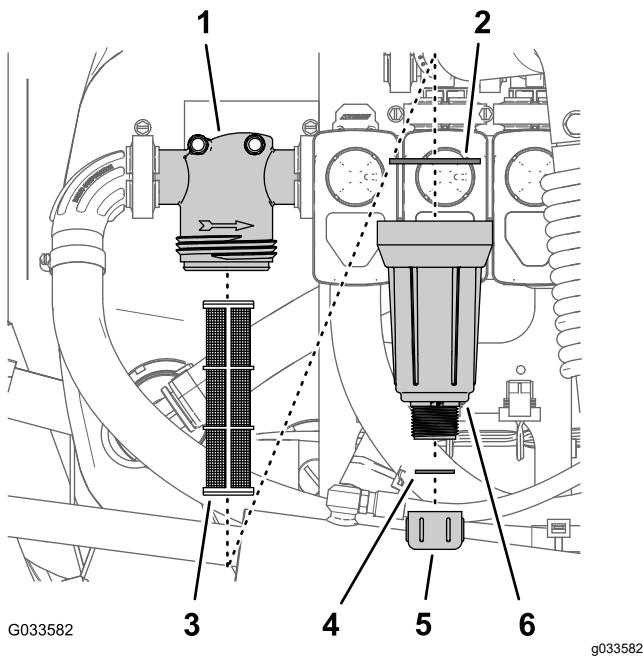

Bild 106
2. Stellen Sie eine Auffangwanne unter den Druckfilter (Bild 106).
- Drehen Sie die Ablassschraube nach links und nehmen sie von der Glocke des Druckfilters ab (Bild 106).
- Drehen Sie die Glocke nach links und nehmen den Filterkopf ab (Bild 106).
- Entfernen Sie den alten Druckfiltereinsatz (Bild 106).
- Prüfen Sie die Dichtung für die Ablassschraube (in der Glocke) und die Dichtung für die Glocke (im Filterkopf) auf Beschädigungen und Abnutzung (Bild 106).
- Setzen Sie den neuen Druckfiltereinsatz in den Filterkopf ein (Bild 106).
- Befestigen Sie die Glocke am Filterkopf und ziehen sie mit der Hand an (Bild 106).
- Befestigen Sie die Ablassschraube am Anschlussstück unten an der Glocke und ziehen sie mit der Hand an (Bild 106).